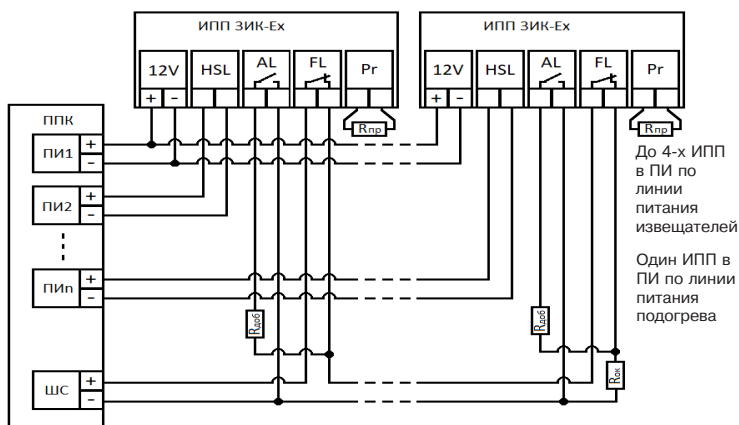

Рисунок 57
2.5.17.4 Осуществите электрическое подключение шлейфов ППК к колодкам ИПП-ЗИК-Ех (рисунок 57). Задайте необходимый уровень чувствительности, установив сопротивление в контакты Pr (таблица 46).